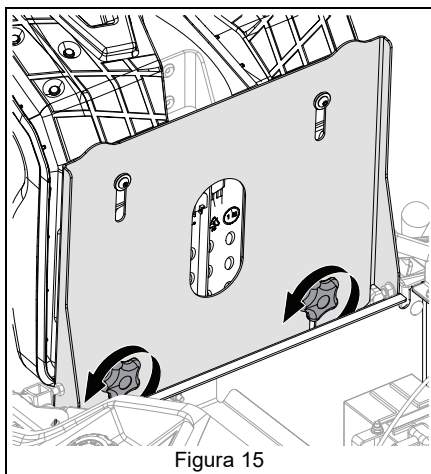

Figura 15
2. Allentare i due pomelli ad alette posti nella parte anteriore della piastra del sedile. Vedere Figura 15.